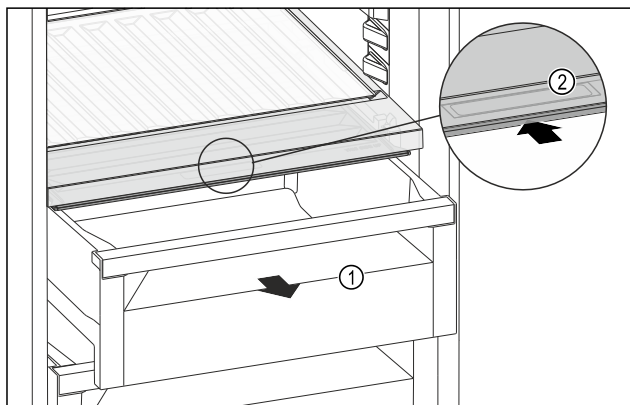

Fig. 263
- ▶ Wyciągnąć szufladę Fig. 263 (1).
- ▶ Chwycić uchwyt wpuszczany Fig. 263 (2) na pokrywie komory i przesunąć pokrywę jednocześnie do tyłu.